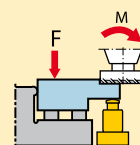

Figura 5c
La Figura 5c illustra come il posizionare il pezzo correttamente. Per evitare che questo si inclini, la coppia "M" trasferita dall'utensile (5) al corpo da lavorare (6) deve essere bilanciata da un'appropriata coppia di contrasto. Quest'altra coppia viene generata dalla forza di bloccaggio "F".